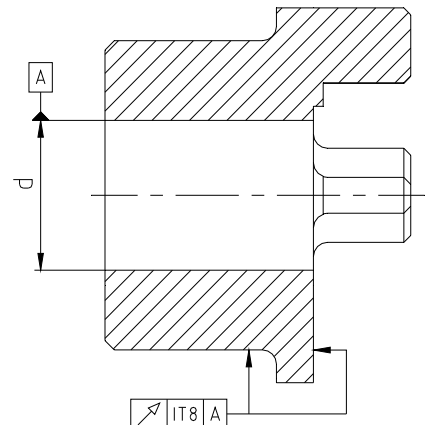

figura 4: precisión de concentricidad y perpendicularidad
- Cuando el cliente lleve a cabo el mecanizado de los mangones, debe respetar la precisión de concentricidad y perpendicularidad (ver figura 4).